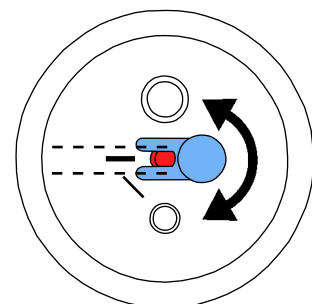

図 13
- 25~70 μm のブラストタンクと一致するように、流入ノズルを調節しなければなりません（図 13）！